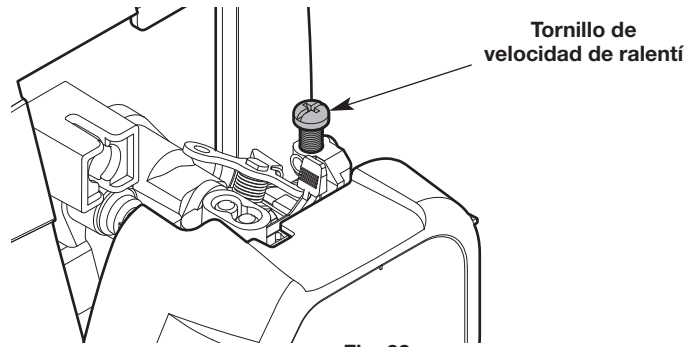

Fig. 28
- Si el motor se para, aumente la velocidad de ralentí. Use un destornillador Phillips pequeño para girar el tornillo de velocidad de ralentí en el sentido de las agujas del reloj, 1/8 de giro cada vez hasta que el motor funciona al ralentí de manera uniforme (Fig. 28).
- Si el cabezal de corte gira cuando el motor funciona al ralentí, reduzca la velocidad de ralentí. Gire el tornillo de velocidad de ralentí en el sentido contrario de las agujas del reloj, 1/8 de giro cada vez, hasta que se detenga el cabezal de corte (Fig. 28).